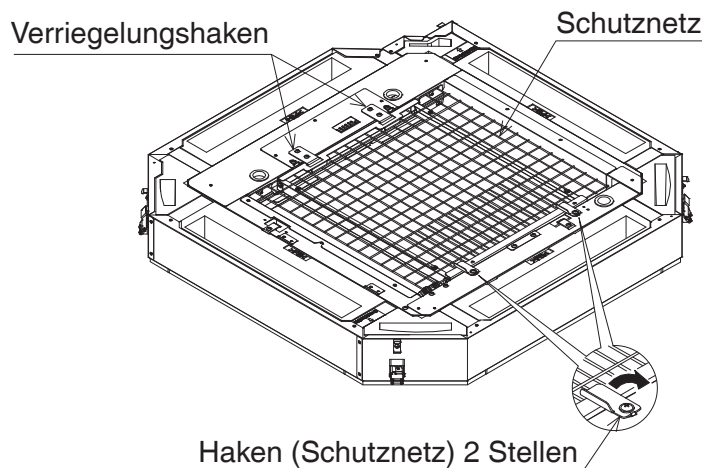

Abbildung 4
- (1) Entfernen Sie die Klebebänder, welche die 2 Haken (Schutznetz) festhalten, um die 2 Haken (Schutznetz) zu drehen. (Siehe **Abbildung 4**.)